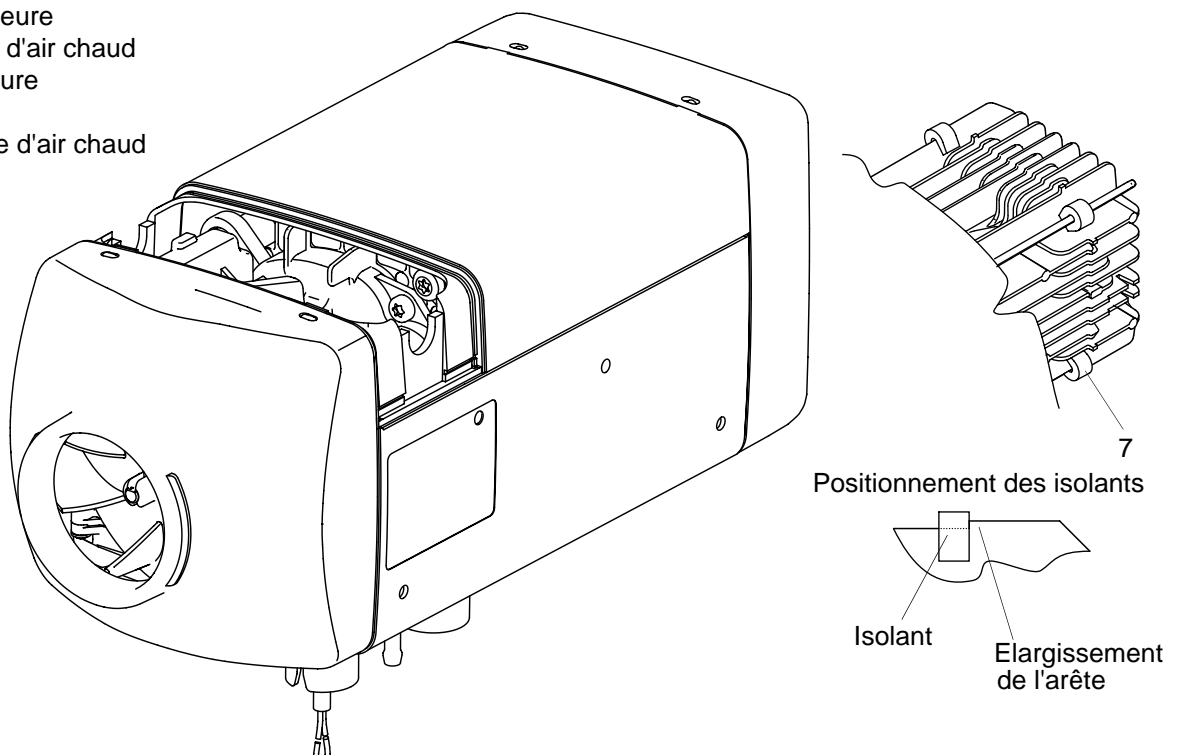

Figure 901, Retrait / Installation des pièces du boîtier
Le cache (1, figure 901) peut être retiré à l'aide d'une lame non coupante au niveau des zones (X).
Les deux caches (3 et 6, figure 901) peuvent être dégagés et retirés de leur dispositif d'arrêt en enfonçant les 4 taquets situés dessus et dessous à l'aide d'un outil approprié.
La coque (2, figure 901) peut être ôtée en tirant dessus.
Une légère traction des deux côtés de la coque inférieure (4, figure 901), sur les zones (Y), permet de dégager le dispositif d'arrêt et la coque peut être séparée du boîtier moteur.
- Faire glisser les quatre isolants (8, figure 901) sur les arêtes de l'échangeur thermique et les placer précisément à côté de l'élargissement des arêtes.
- S'assurer que les quatre isolants sont bien en place (8, figure 901).
Lors de l'installation de la coque inférieure (4, figure 901), étirer légèrement cette dernière afin de ne pas endommager les écarteurs du capteur de surchauffe (8, figure 902).
1. Etirer légèrement la coque inférieure (4, figure 901) sur les côtés et la poser sur l'appareil de chauffage par le dessous, jusqu'à ce que les pièces de fixation de l'appareil de chauffage s'enclenchent dans les trous de la coque.
1. Placer la coque supérieure (2, figure 901) sur l'appareil de chauffage et la fixer dans les rainures de la coque inférieure.
1. Faire glisser les caches (3 et 6, figure 901) jusqu'à ce que les 4 trous de fixation s'enclenchent correctement dans les taquets des caches supérieurs et inférieurs.
1. Placer les grilles (5, figure 901) sur les caches d'arrivée et de sortie d'air chaud et les fixer en les tournant.
1. Faire glisser le cache (1, figure 901) jusqu'à ce qu'il s'enclenche audiblement dans le cache supérieur.